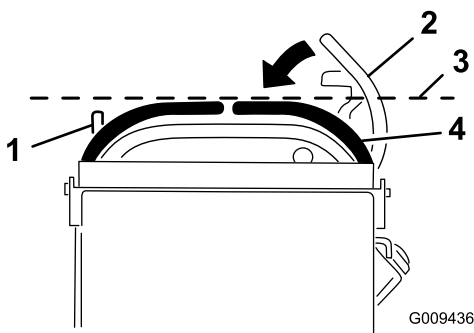

Bild 82
3. Drücken Sie die Fahrtriebshebel nach unten und außen aus der ARRETIERTEN NEUTRAL-Stellung (**Bild 82**).
4. Prüfen Sie, ob der rechte Fahrtriebshebel mit dem linken Fahrtriebshebel horizontal eingestellt ist (**Bild 82**).